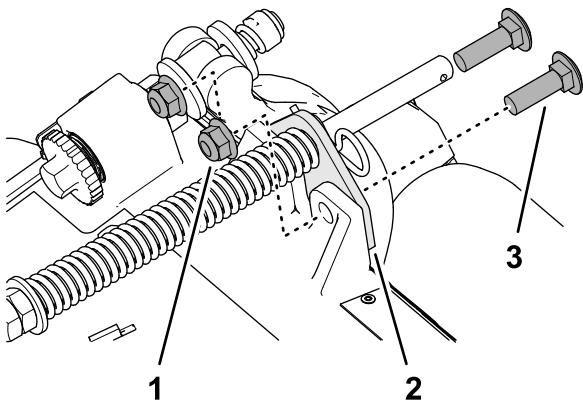

Bild 11
2. Entfernen Sie die beiden Sicherungsbundmutter ($\frac{3}{8}$ ") und die beiden Schlossschrauben ($\frac{3}{8}$ " x $1\frac{1}{4}$ "), mit denen die Halterung der Rasenkompensierung am Rahmen des Mähwerks befestigt ist (**Bild 11**).